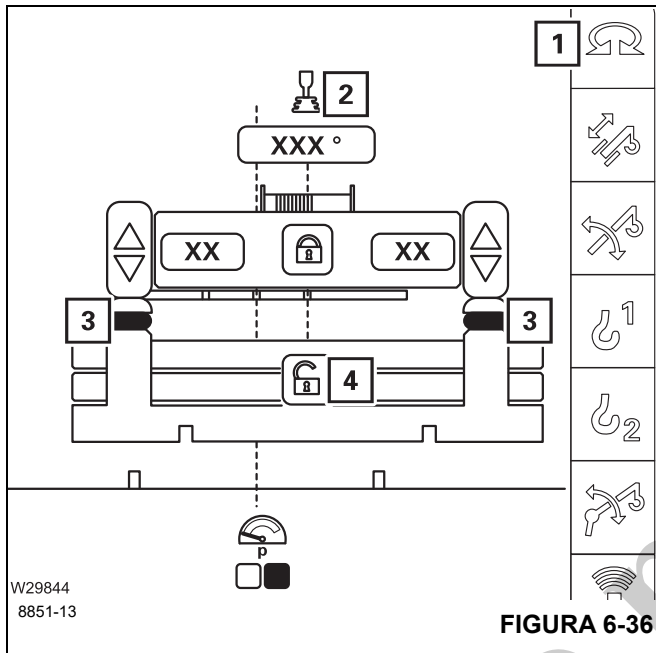

FIGURA 6-36
- Los cilindros de elevación deben estar completamente retraídos – símbolo (3), (Figura 6-36), verde.
- La corona de giro debe estar activada – símbolo (1), (Figura 6-36), verde.
- Símbolo (4), (Figura 6-36), activo.
- Símbolo (2), (Figura 6-36), visualizado.